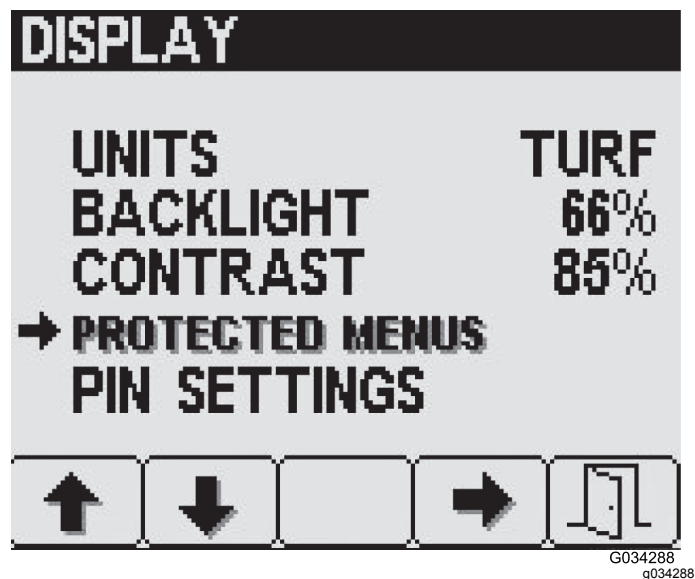

Figura 29
1. Prima o botão 2 no ecrã de definições para navegar para os Menus protegidos e depois prima o botão 4 para selecionar os menus protegidos (Figura 29).
- Prima o botão 2 para navegar para o item de menu protegido pretendido (Figura 29).